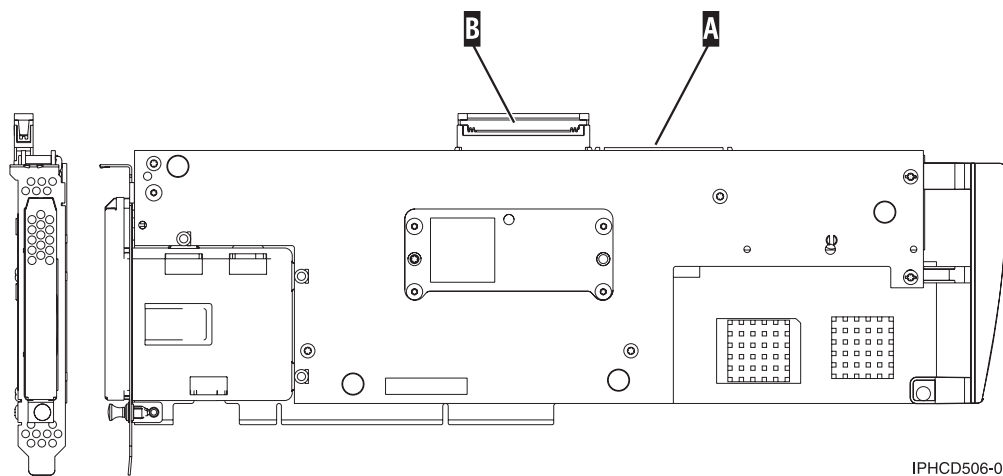

Figure 67. 5708, carte d'entrée-sortie de cache d'écriture auxiliaire
2. Connectez le câble au port SCSI A de la carte du cache d'écriture auxiliaire. Pour plus d'informations, voir la figure 67, à la page 218.